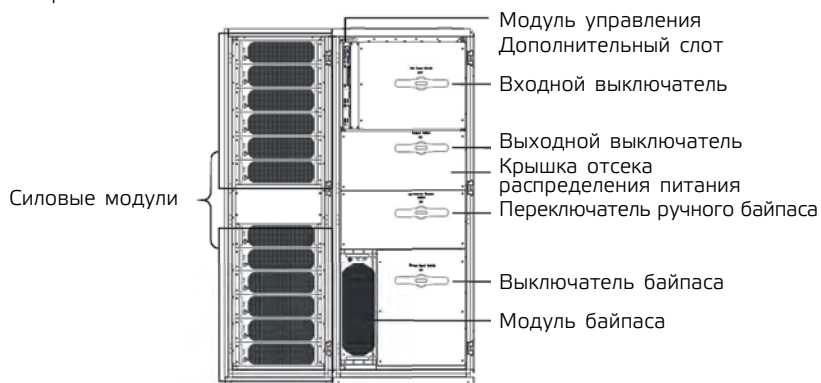

Рис. 1-11 Структура ИБП 600 кВА (полная конфигурация)
8. На Рис. 1-11 показана конструкция ИБП мощностью 600 кВА при полной нагрузке. Передняя дверца ИБП открыта.